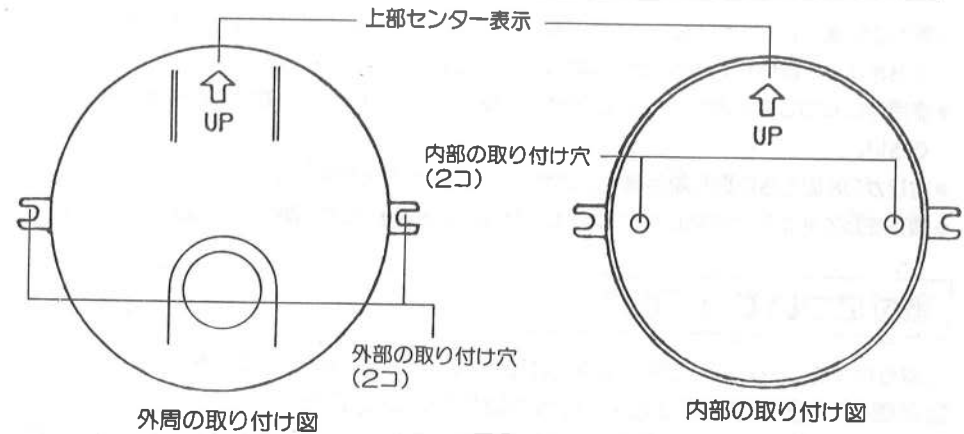

図6
### ■取付穴について (図6を参照)
- ☞ 取り付け前に8ページ、図6、7をご参照の上、正しく取り付けてください。